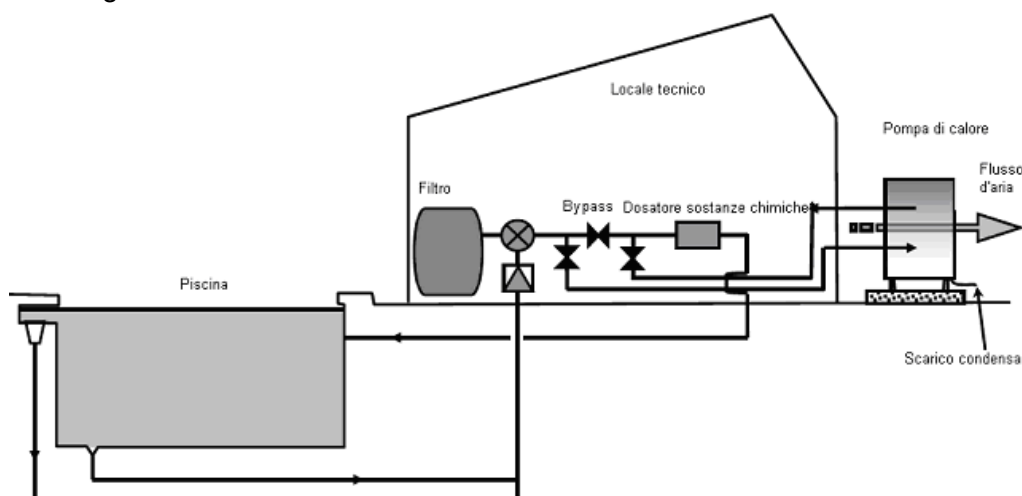

Figura 6: Disposizione tipica dei componenti costituenti il circuito idraulico.
- Valvola di bypass sul circuito idraulico, vedi Figura 6.
caso di disposizione dell'impianto come in Figura 6 è possibile regolare la portata d'acqua agendo sulla valvola di bypass.